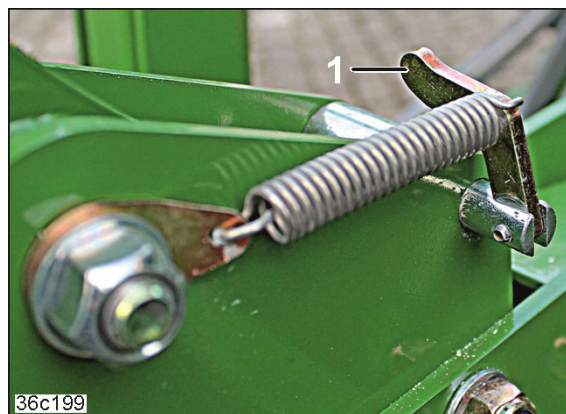

Рис. 204
3. Відкиньте захват (Рис. 204/1) догори.